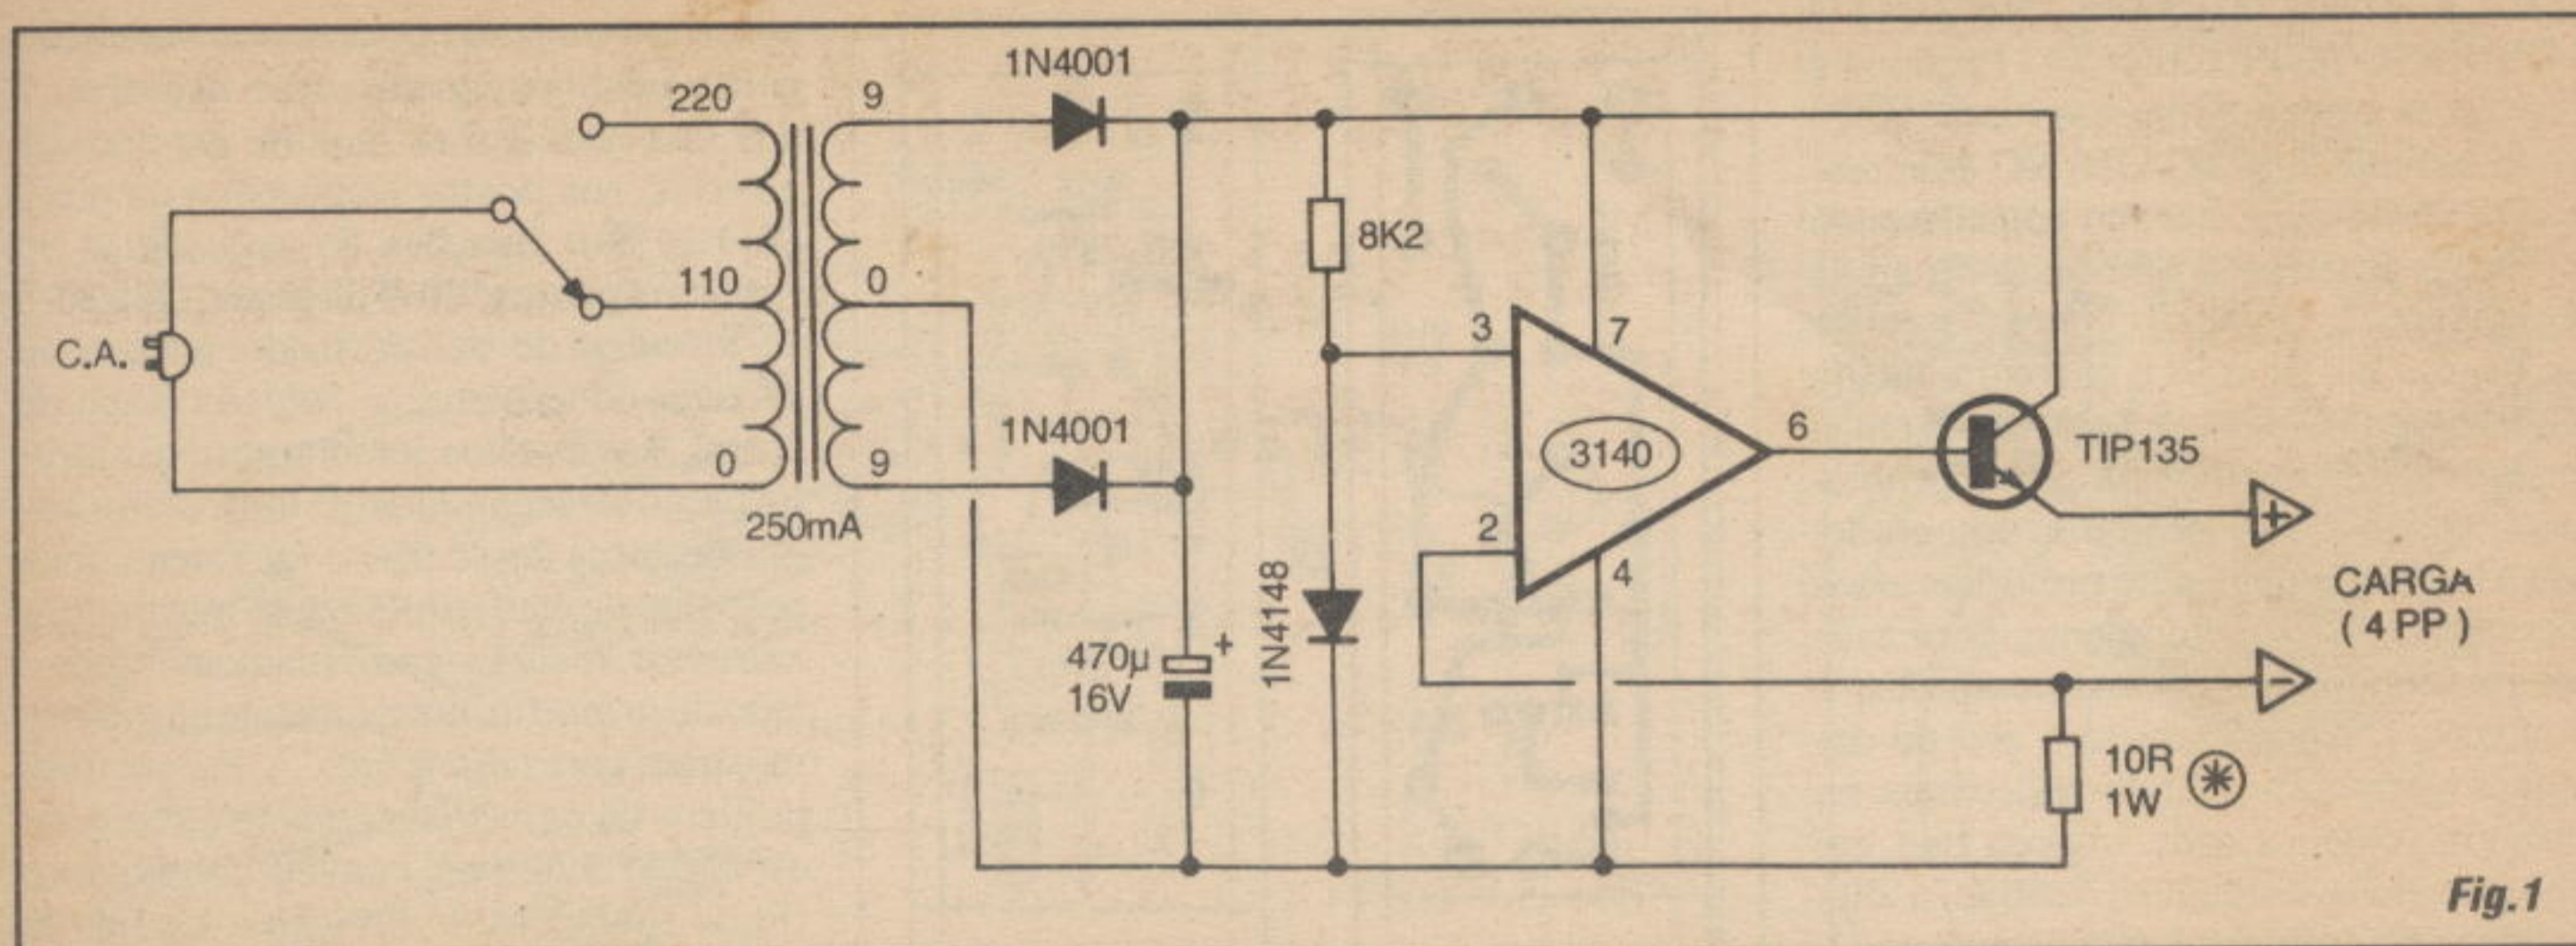

Fig.1
- FIG. 1 - DIAGRAMA ESQUEMÁTICO DO CIRCUITO - Um dos principais problemas que se apresentam na carga de baterias de nicad tem sua origem na impedância muito baixa de tais meios de armazenamento de energia, ou seja: uma resistência interna tão baixa que qualquer pequena sobre-tensão aplicada durante o processo, levará a um inevitável excesso de corrente... Tal excesso, se moderado, simplesmente encurtará a vida útil das baterias... Se muito bravo, inutilizará as baterias imediatamente, a partir de um sensível sobreaquecimento que arruinará a composição físico-química interna das ditas cujas... Dessa forma, todo o segredo